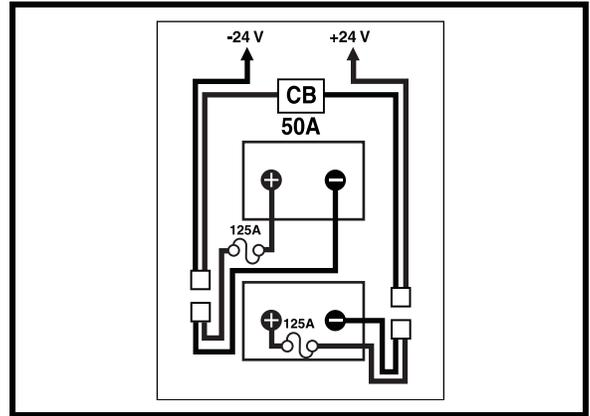

Figure 25. Diagramme de câblage des batteries
Un diagramme imprimé sur un autocollant est appliqué sur le cadre du fauteuil près du plateau à batterie. **Voir la figure 25.** Vérifiez le "Annexe I – Spécifications" pour les informations relatives à votre type de batterie.
5. Identifiez les connecteurs rapides des batteries sur la structure et débranchez-les. **Voir la figure 25.**
8. Réinstallez les fils sur les nouvelles batteries. Assurez-vous de bien brancher le fil rouge à la borne positive (+) et le fil noir à la borne négative (-) de la batterie. **Voir la figure 25.**
10. Rebranchez les connexions rapides des batteries en vous référant au diagramme. **Voir la figure 25.**